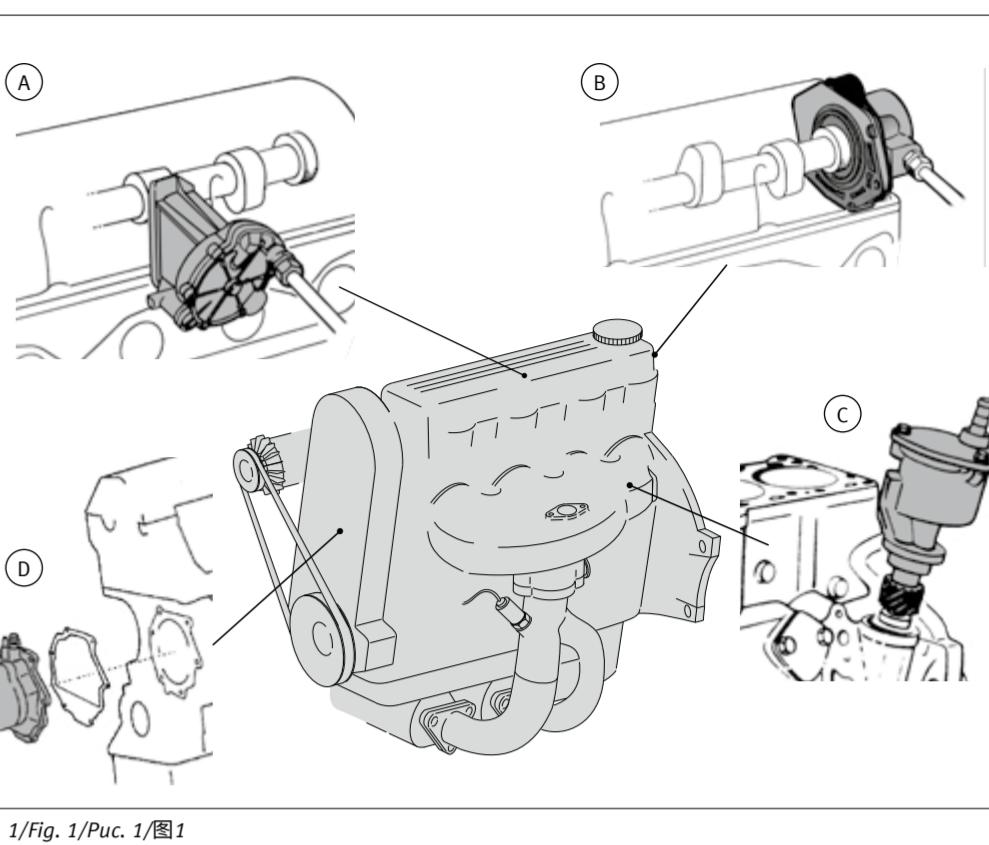

Abb. 1/Fig. 1/Puc. 1/图1
- Make sure that oil channels (2), e.g. in the engine block of the cylinder head, are not blocked.
- Depending on the model, vacuum pumps are attached to the engine in different places. As a result, there are different drive options (see fig. 1).
- L'emplacement de montage des pompes à vide sur le moteur varie en fonction du modèle de la pompe. Suivant l'emplacement de montage, il existe différentes possibilités d'entrainement (voir fig. 1).